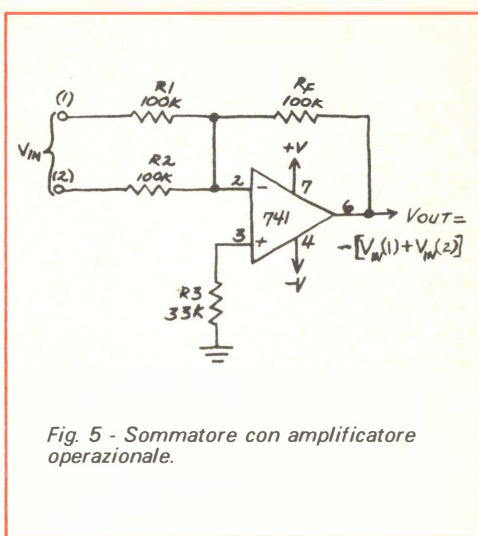

Fig. 5 - Sommatore con amplificatore operazionale.
Somma con un amplificatore operazionale - La fig. 5 mostra un sommatore con amplificatore operazionale che accetta due tensioni d'entrata, le somma e fornisce come risultato la tensione d'uscita. Il nome tecnico di questo circuito è «amplificatore di somma».
della fig. 5 in un circuito di media, si mantengano inalterati i valori di R1 e R2, ma si porti il valore di RF a 50 kΩ. Ciò fa sì che il rapporto tra RF e $R_{IN}(1/2)$ sia uguale al reciproco del numero delle entrate (2).